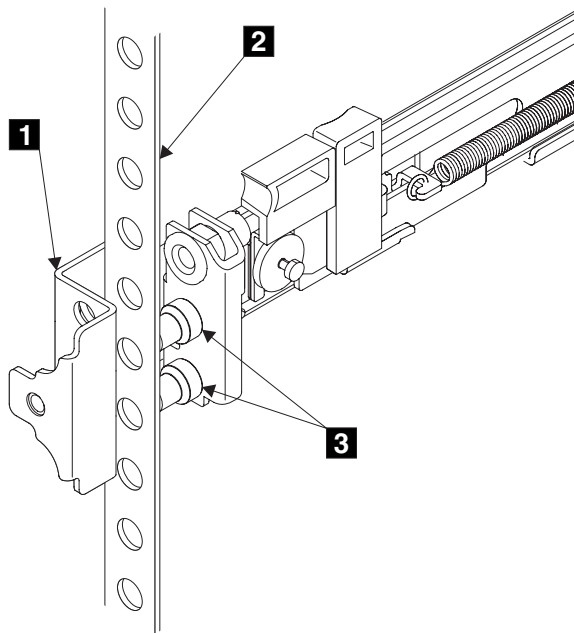

図 49. レールのフロントエンドの取り付け
6. 左レールの前面の端をラック・キャビネットにはめる。前面ブラケットの上端 **1** (図 49) が、ラック上の必要な EIA マーキングに合うように調整します。